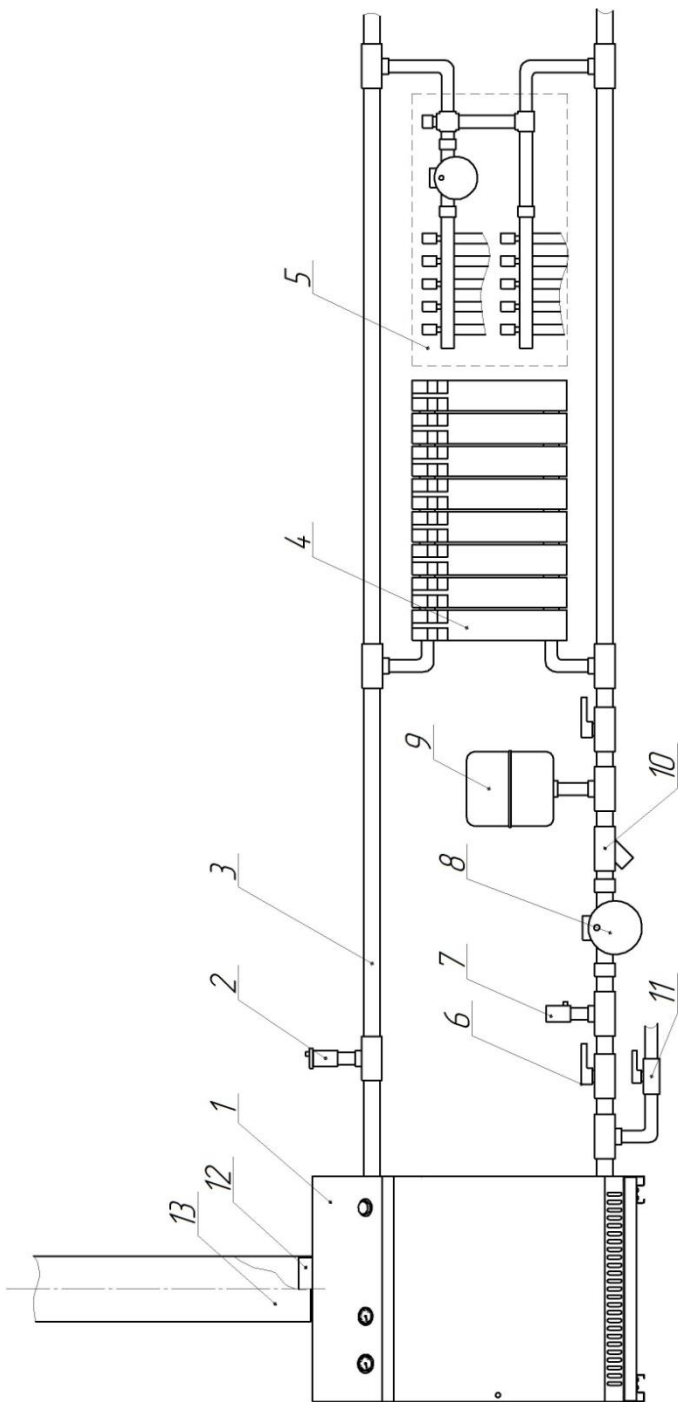

Рис.5 Рекомендуемая схема системы отопления
- 8.1. По своим конструктивным данным котел рекомендуется использовать в системе отопления с принудительной циркуляцией теплоносителя, то есть с установкой насоса (рис. 5).
- 8.4. Система должна быть полностью заполнена теплоносителем, автоматический вывод воздуха происходит по средствам воздушного клапана (поз.2 рис.5), вывод воздуха из радиаторов отопления (поз.4 рис.5)
8.6. Подготовка циркуляционного насоса (поз.8 рис.5) к работе и его техническое обслуживание:
8.7. При работе системы отопления краны (поз.6 рис.5) на трубопроводе должны быть открыты.
- 8.8. В обратный трубопровод отопления присоединяется расширительный бак закрытого типа (поз.9 рис.5). Подбор расширительного бака необходимо вести с учетом объема теплоносителя в котле плюс в отопительной системе, принять бак объемом не менее 10% от этой суммы. Допускается установка бака открытого типа в подающий трубопровод.
- 8.9. Обязательно установить в систему предохранительный клапан (поз.7 рис.5) с величиной срабатывания не более 0,4 МПа, допускается его установка в составе группы безопасности.
- 9.1. При присоединении дымоотводящего канала к котлу, труба (поз.13 рис.5) должна плотно одеваться на обечайку (поз.12 рис.5) дымохода котла. Допускается уплотнить щель огнестойким материалом (глина, базальтовый картон и т.п).
- медленно долить в систему открытием крана (поз.11 рис.5);